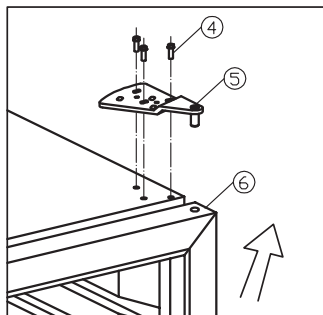
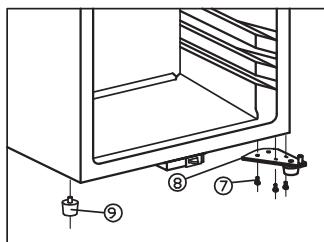

Abb. 5.2
Abb. 5.3
- En retenant fermement la porte, relâchez et enlevez la charnière du haut, soulevez et retirez la porte. Voir fig. 5.2
- Dévissez la charnière du bas (8)
- Retirer la longue patte du cabinet (9) du côté gauche et faites la passer du côté droit. Voir fig. 5.3
- Installez la porte sur l'axe de la charnière du bas (8) de la même façon dont elle a été enlevée, vissez la charnière du haut sur le côté droit.